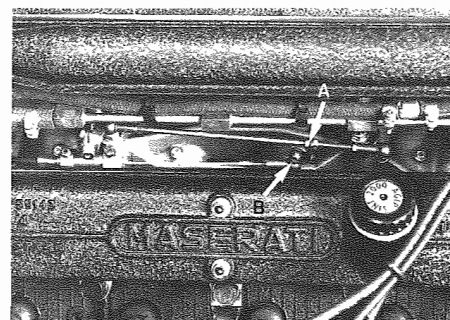

Fig. 9 - A - Piastrino rinvio cavo gas
- **Cavo gas:** agire sul registro di **Fig. 9** e registrare la corsa a vuoto del pedale (vedi cap. 15).
- **Throttle cable:** act on adjuster of **Fig. 9** and adjust the free movement of pedal (see chap. 15).
- 2) Aumentare la corsa a vuoto del cavo comando gas (Fig. 9).